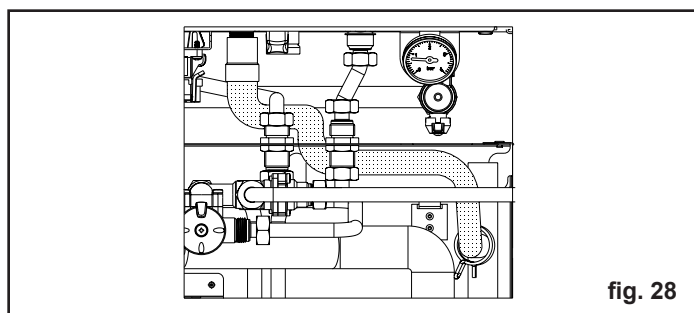

fig. 28
- Collegare la valvola di sicurezza 3 bar della caldaia al tubo corrugato proveniente dal modulo e bloccare con le fascette stringi tubo (fig. 28)